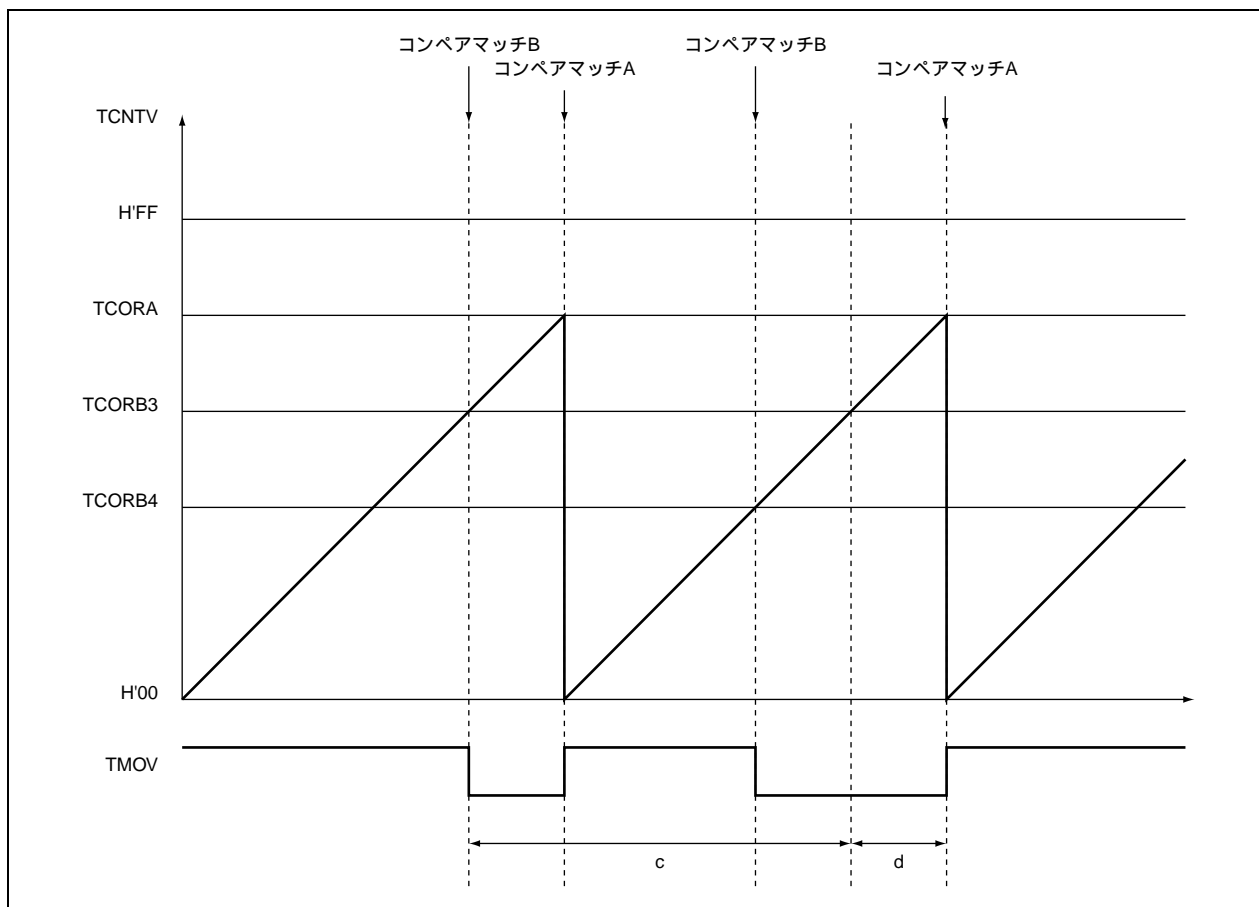

図 2.4 デューティを小さくする場合の TCORB 書き換えのタイミング
(d) 図 2.4 にデューティを小さくする場合の TCORB の書き換えのタイミングについて示します。
- TCORB の書き換えは、書き込むと同時に TCORB が変更されるため、デューティを小さくする場合、図 2.4 中の d の区間で TCORB を書き換えると、次のコンペアマッチ B が発生せず、正常な PWM 波形が出力されません。したがって、TCORB を書き換えるタイミングは、図 2.4 中の c の区間で書き換えなければなりません。